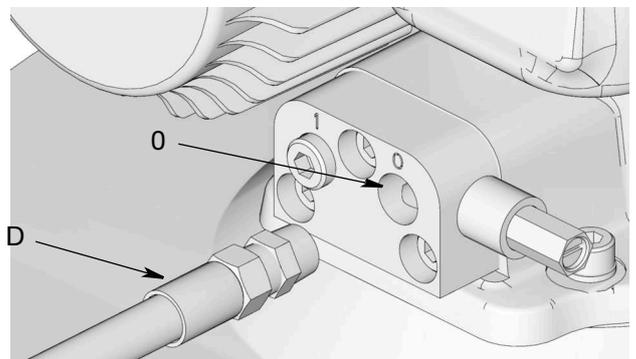

图 64: 润滑剂输出接头
3. 断开定时器/控制器 (F) (用户提供, 若使用)。
4. 断开高压润滑剂供应管路 (D) 与排气阀或歧管的润滑剂输出接头 (O) 的连接 (图 64)。